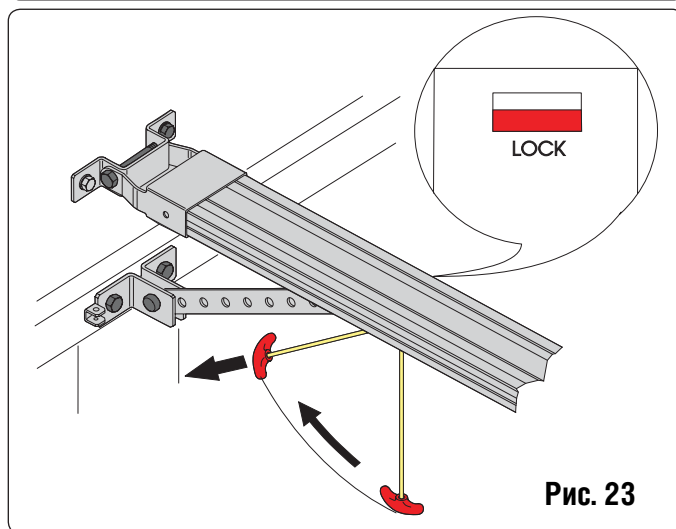

Рис. 23
3. Дерните ручку расцепителя вниз и убедитесь, что ворота могут двигаться вручную (рис. 23).